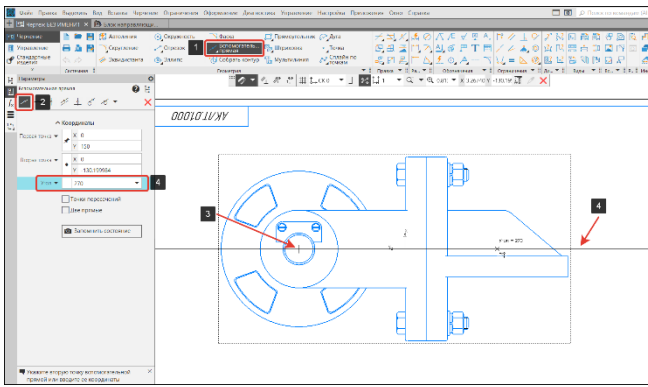

Рисунок 386 – Команда Вспомогательная прямая
- Для удобства работы с командой Линия разреза, построим вспомогательную прямую. На панели геометрия выберем команду Вспомогательная прямая (1) подоперация вспомогательная прямая (2) (Рисунок 386);
- Укажем начальную точку (3) в центре окружности, зададим угол наклона – 270 градусов (4) (Рисунок 386);